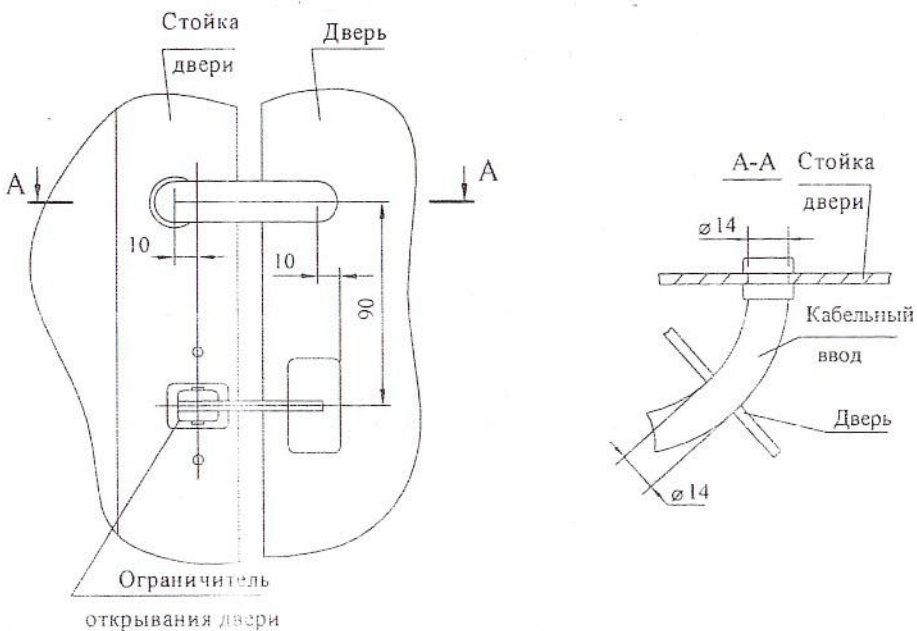

Рис.4
6.5 Просверлить отверстия диаметром 14мм в стойках дверей и дверях для установки кабельного ввода (см. рис. 4). Защитить металл в зоне отверстий нитроэмалью. Установить кабельный ввод (при закрывании дверей кабельный ввод не должен деформироваться).